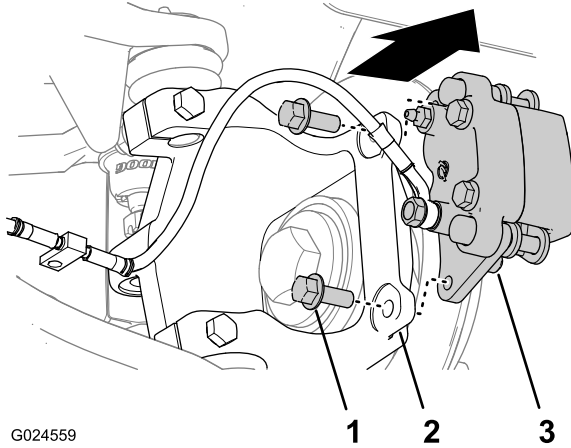

Figura 17
1. Retire los 2 pernos con arandela prensada que sujetan la pinza de freno al pivote de dirección (Figura 17).
2. Deslice la pinza del freno hacia atrás hasta que las pastillas de freno se liberen del disco de freno (Figura 17).